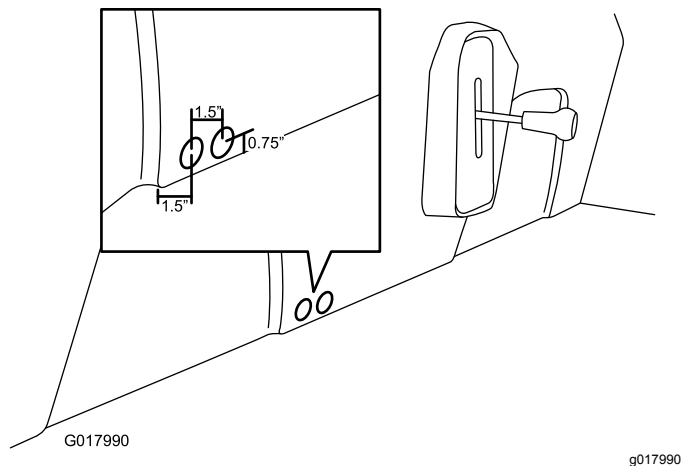

図 25
1. 穴あけノコギリ1"25.4 mmを使用して、図 25のように、シートベースに穴を 2 つ開ける。